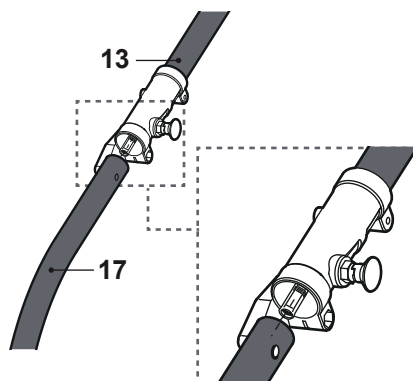

Fig. 3
- > Aligner le tube de transmission bas [17] avec le verrou [14] pour orienter le trou vers la goupille de verrouillage [15] (Fig.3).
ATTENTION ! Aligner le tube inférieur afin que la courbe soit vers le bas (Fig.3). Ne pas fixer le tube inférieur à l'envers.